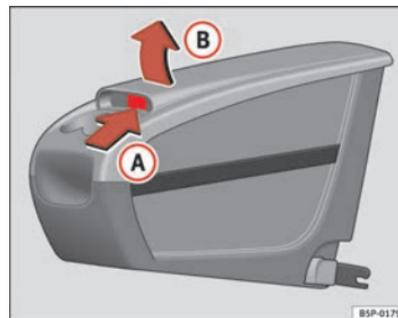

Fig. 114 Porta-objectos móvel. Abertura
- Levantar a tampa **(B)**, pela zona **(A)** ⇒ página 149, fig. 114.